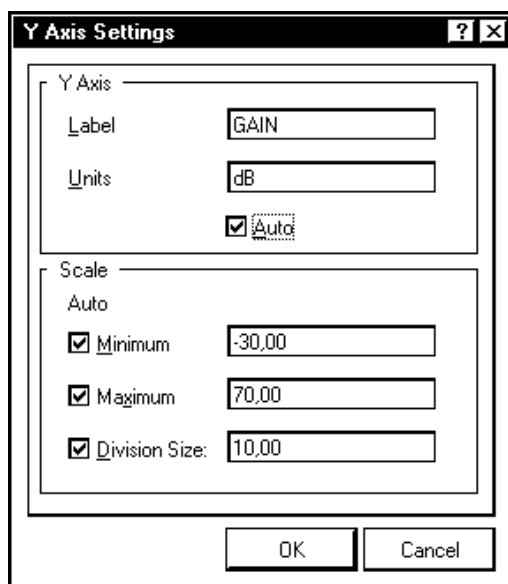

Рис. 9.18. Настройка оси ординат графика
- Щелчок правой кнопки мыши на оси ординат вызывает контекстное меню с двумя командами — **Delete Axis** и **Format Axis**. Если к графику не добавлялись новые *Y*-оси, в меню доступна только команда **Format Axis**, активизирующая диалоговое окно настройки (рис. 9.18):